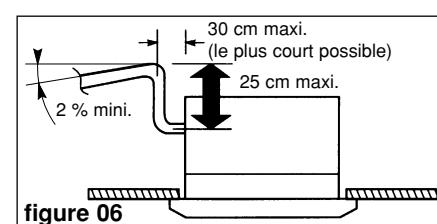

figure 06
- Si nécessaire, il est possible de faire remonter la canalisation des condensats juste après la sortie de l'appareil. Hauteur maxi : 25 cm (figure 06).
- S'assurer que la canalisation d'évacuation est en légère pente dans le sens de l'écoulement et qu'elle ne forme pas de siphon (figure 06).